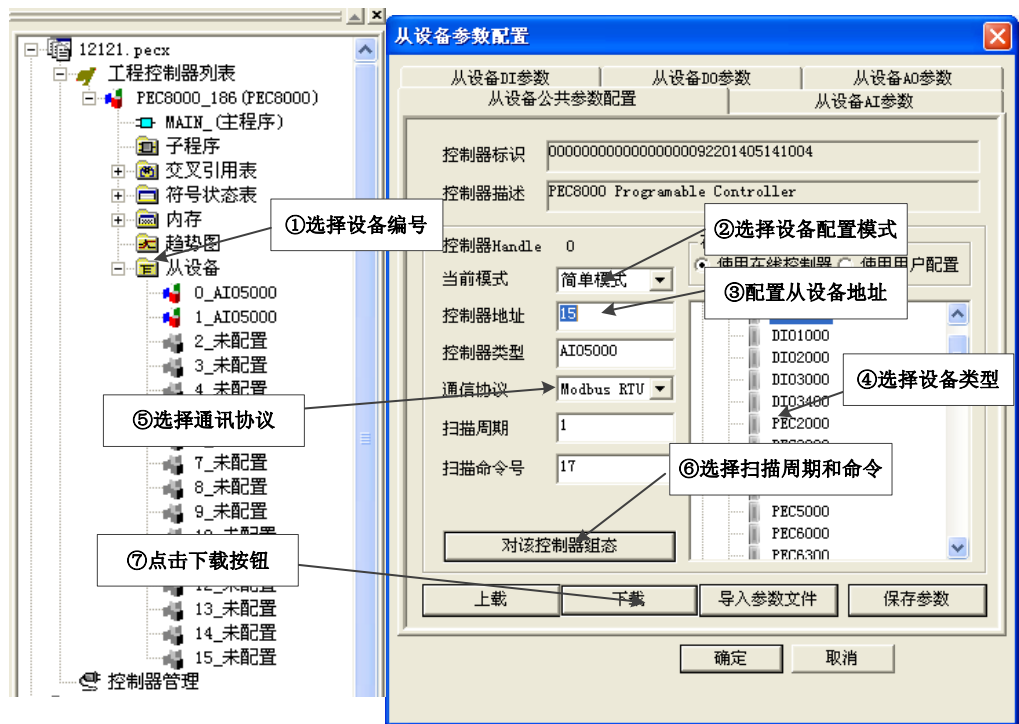

图 5.3.15 配置界面及参数
(1) 首先确定用户要配置的从设备在主控制器中的编号，图 5.3.15 为配置编号为 0 的从设备，双击将要配置的从设备，软件会弹出从设备参数配置界面。